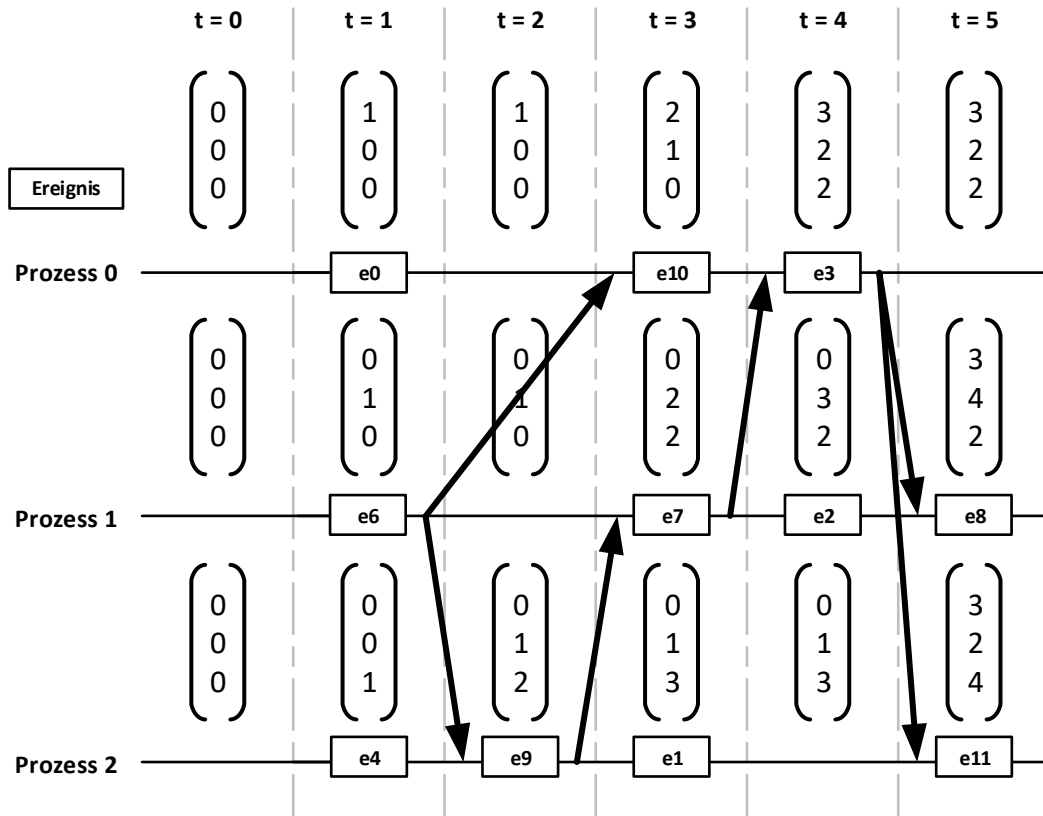

Abbildung 7: Vektoruhrsystem mit 3 Prozessen
a) Abbildung 7 zeigt ein Vektoruhrsystem mit 3 Prozessen aber ohne die Pfeile, die normalerweise die zeitlichen Beziehungen zwischen den Prozessen kennzeichnen. Ermitteln Sie die entsprechenden Informationen aus den Zeitvektoren und zeichnen Sie die fehlenden sechs Pfeile in die Abbildung ein.
b) Stimmt die Behauptung $C_2(e9) < C_1(e7)$ in Bezug auf das Vektoruhrsystem aus Abbildung 7? Bitte begründen Sie Ihre Antwort mathematisch.